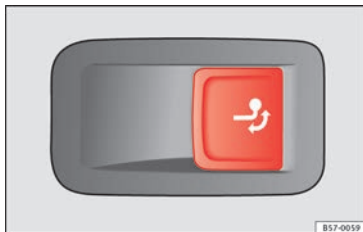

Fig. 219 Sul lato destro del bagagliaio: tasto per sbloccare il gancio a testa sferica.
- Premere brevemente il tasto » **fig. 219**. Il gancio a testa sferica si sblocca elettricamente e si gira automaticamente verso l'esterno. La spia di controllo del tasto lampeggia » **fig. 219**.
• Premere brevemente il tasto » **fig. 219**. Il gancio a testa sferica si sblocca elettricamente.
• Girare il gancio a testa sferica sotto il paraurti con la mano fino a sentire che si fissa e fino a che la spia di controllo sul tasto non sarà costantemente accesa » **fig. 219**.
- Se la spia di controllo del tasto » **fig. 219** lampeggia, significa che il gancio a testa sferica non si è fissato correttamente o che è danneggiato » .
- Non premere mai il tasto »» fig. 219 quando un rimorchio è agganciato o un portapacchi o un altro accessorio è montato sul gancio a testa sferica.